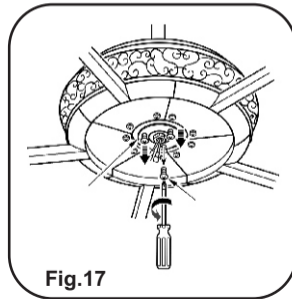

Fig.17
Paso 3: Coloque el adaptador del kit de iluminación sobre los dos tornillos anteriormente aflojados en la placa redonda. (Use los dos orificios del adaptador del kit de iluminación). Entonces, gírela para colocarlos en su sitio. Instale el tercer tornillo anteriormente extraído de la placa redonda y fije con seguridad los tres tornillos. (FIG 17&18)